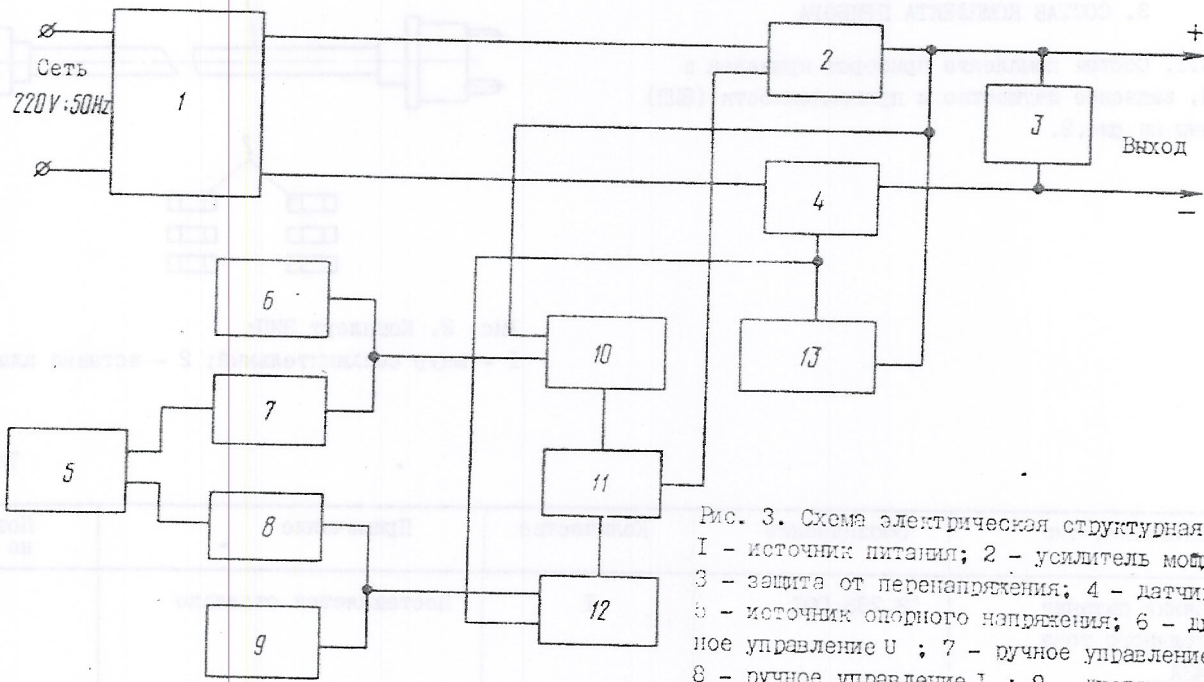

Рис. 3. Схема электрическая структурная:
4.1. Источники питания постоянного тока Б5-43А, Б5-44А, Б5-45А представляет собой компенсационный стабилизатор с последовательно включенным регулирующим элементом и усилителями обратной связи по напряжению и по току (рис.3).